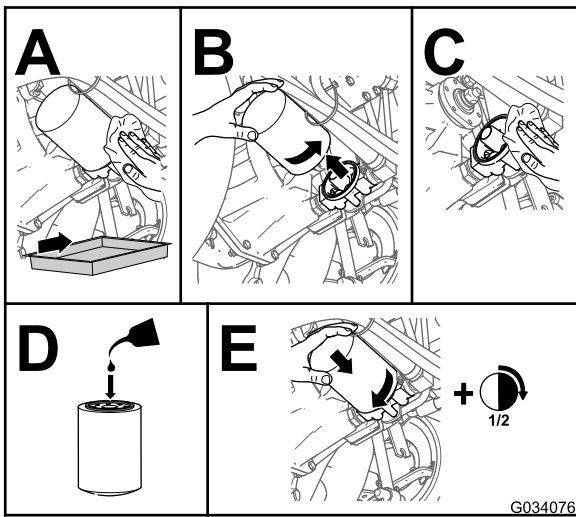

Figura 86
4. Cambie el filtro hidráulico (Figura 86).